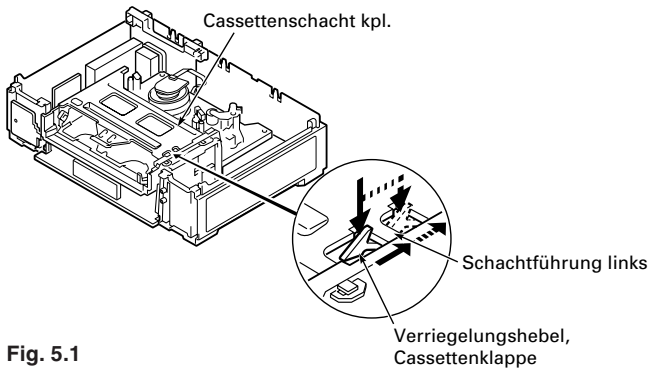
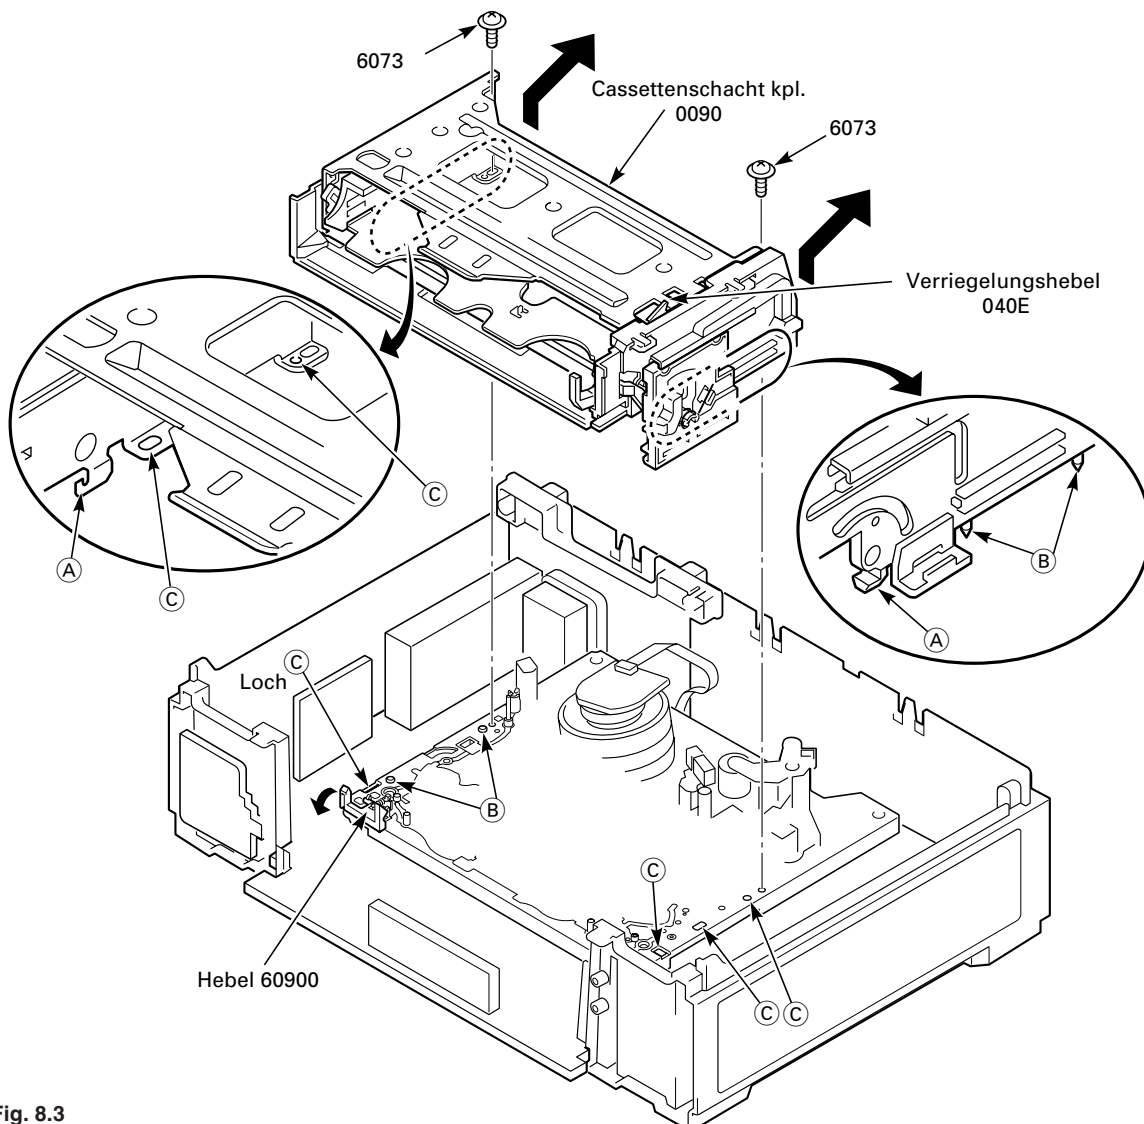

Fig. 5.1
Fig. 8.3
Hinweis: Soll die Prüfung der Laufwerkfunktionen ohne Cassette erfolgen, ist darauf zu achten, dass der Verriegelungshebel der Cassettenklappe (040E) entriegelt wird (Fig. 5.1).
Hinweis: Soll die Überprüfung der Laufwerkfunktionen ohne Cassette erfolgen, muss darauf geachtet werden, dass der Verriegelungshebel der Cassettenklappe (040E) entriegelt wird (Fig. 5.1).
- 2 Schrauben (6073) herausschrauben (Fig. 8.3).
Hinweis: Beim Einsetzen des Cassettenschachts muss der Hebel (60900) nach vorne gedrückt werden. Der Cassettenschacht ist dann richtig positioniert, wenn die beiden Haken (A) und die Passstifte (B) in die Löcher (C) eingreifen (Fig. 8.3).
- Verriegelungshebel (040E, Fig. 8.3) entriegeln und den Schachtboden (040A) nach unten fahren (Fig. 5.1).